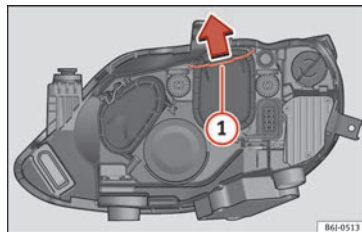

Fig. 99 Faro doble.
- Desplace el tirante » fig. 99 (1) en el sentido de la flecha y saque la tapa.